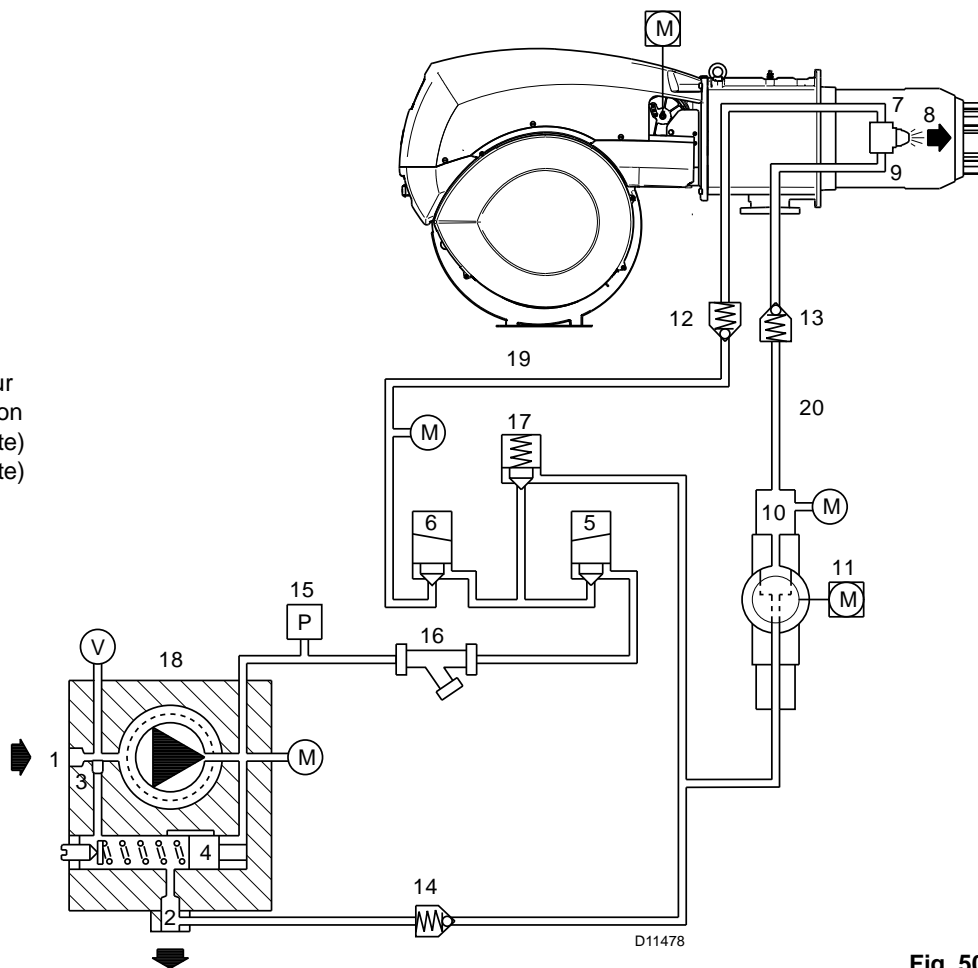

Fig. 50
- La pompe 18)(Fig. 50) tire le combustible du réservoir à travers les tuyaux 1) et le pompe sous pression pour le débit. Le régulateur de pression de la pompe 4) augmente et le combustible retourne au réservoir à travers les tuyaux 2).
Légende (Fig. 50)